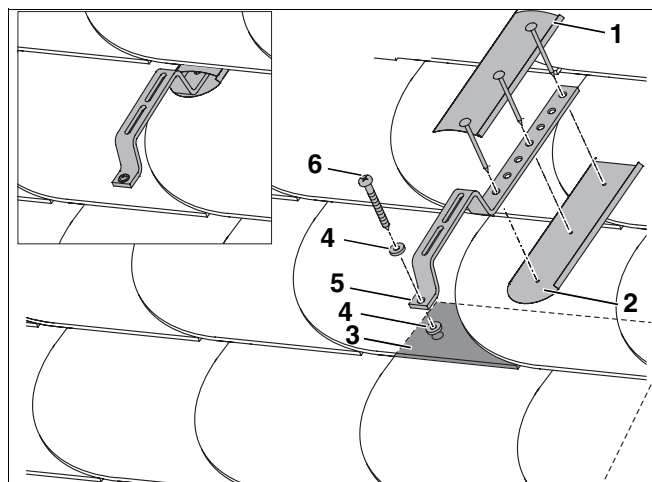

Fig. 26 Montage sur les toits de bardeaux/d'ardoises
L'exemple illustre le montage d'un crochet spécial et la couverture étanche à l'aide de tôles à mettre en place sur site (fig. 26, **pos. 1** et **2**) sur la base d'une toiture de bardeaux/d'ardoises.
- Monter les crochets spéciaux (fig. 26, **pos. 5**) et le joint (fig. 26, **pos. 4**) avec la vis (fig. 26, **pos. 6**) sur la toiture de bardeaux/d'ardoises.
- Pour pouvoir garantir un montage étanche, il est nécessaire de poser des éléments en tôle sur site au-dessus et en dessous des crochets spéciaux (fig. 26, **pos. 1, 2**).
Le crochet spécial doit reposer à l'avant sur une couverture multiple (fig. 26, **pos. 3**).